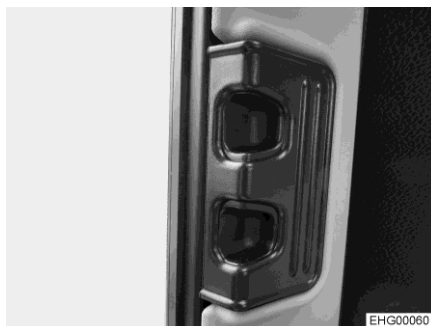

Fig. 42 Poignée de verrouillage (fenêtre côté passager)
- Presser la poignée de verrouillage (Fig. 42) et la maintenir pressée.